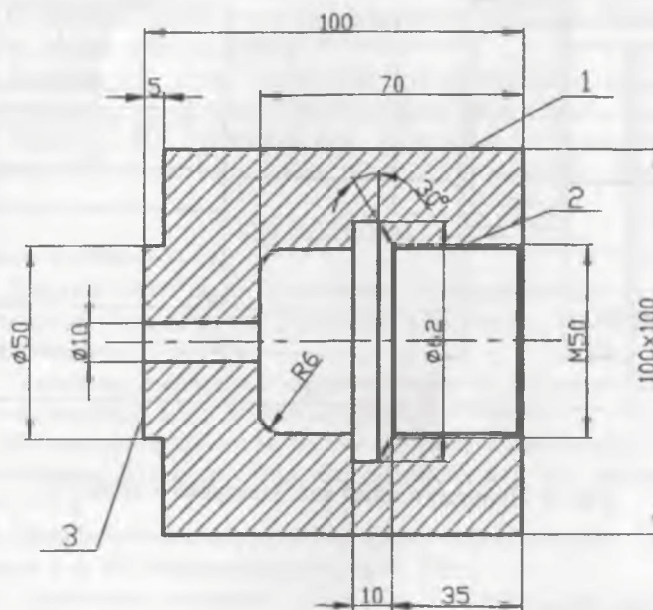

Рис. 8. Стакан. Материал – сталь 40
2. Приведите схемы обработки поверхностей 1, 2, 3 детали, чертеж которой дан на рис. 8. Для каждой схемы укажите названия станка, инструмента и зажимных приспособлений. Приведите эскизы инструмента для обработки поверхности 1 и приспособления для закрепления заготовки при обработке поверхности 3.